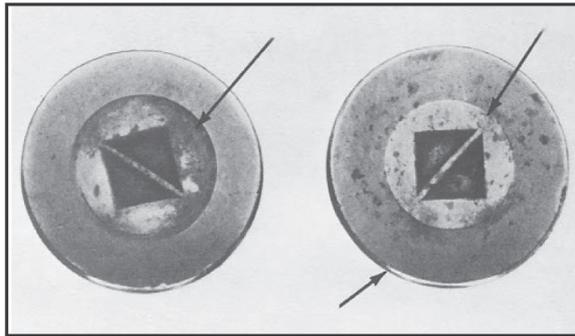

Figura 41
- A. Desgaste acentuado na face larga dos roletes cônicos, com eliminação quase total do rebaixo central, e/ou raio desgastado, com canto vivo, na face larga dos roletes (Figura 41);